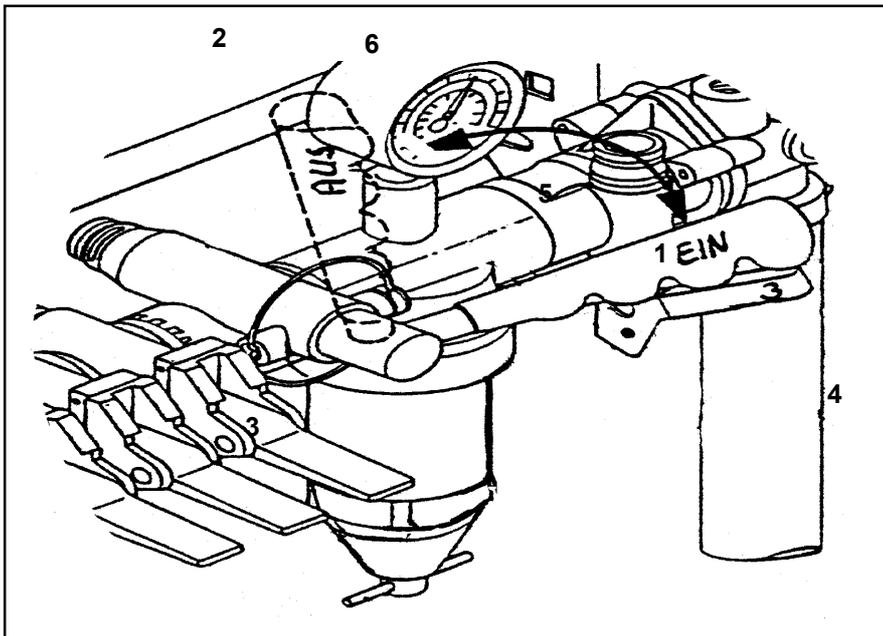

Fig. 7.6
Reinigen des Filtereinsatzes (Fig. 7.6/ 1) nach Abschluß der täglichen Spritzarbeiten.
- Bedienungshebel (Fig.7.6/ 2) in Position "Füllen".
- Federbügel (Fig. 7.6/ 3) zur Seite schwenken.
- Abziehen des Filterbechers (Fig. 7.6/ 4) unter leichter Rechts- und Linksdrehung.
- Frei zugänglich sind nun Filtereinsatz (Fig. 7.6/ 1) und Zentrierkranz (Fig. 7.6/ 5).
**Offene Seite von Filtereinsatz zeigt zum Filterhahngehäuse (Fig. 7.6/ 6).**
- Schwenken des Bedienungshebels (Fig. 7.6/ 2) in Position "Spritzen" und Filterhahn auf Dichtigkeit prüfen.